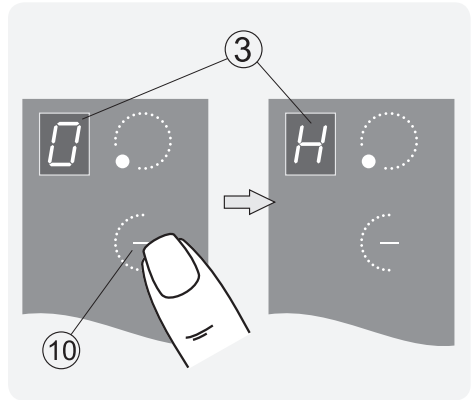

Рис.34
После выключения конфорки в окне индикации ③ (рис. 34) высвечивается буква «Н» (от англ. hot – «горячий»).